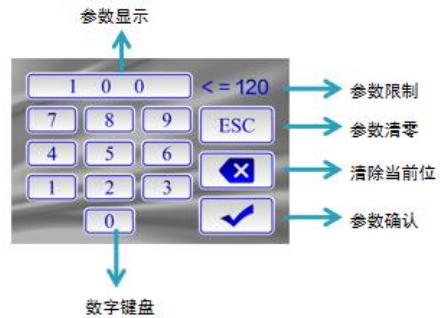

图3.数值设置页面
- 电压V、电流A、功率W设置：** 分别点击进入数值设置页面（图3）。